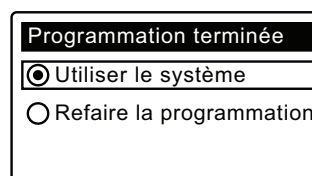

FIG. 19
- Appuyez sur le SÉLECTEUR (○) : L'afficheur indiquera « Programmation terminée! » (Cf. Figure 19).
- Si vous ne souhaitez faire aucune modification, regardez s'il y a un point dans le cercle **Utiliser le système** (cf. Figure 19), puis appuyez sur le SÉLECTEUR (○). Le fonctionnement normal de l'appareil commence.